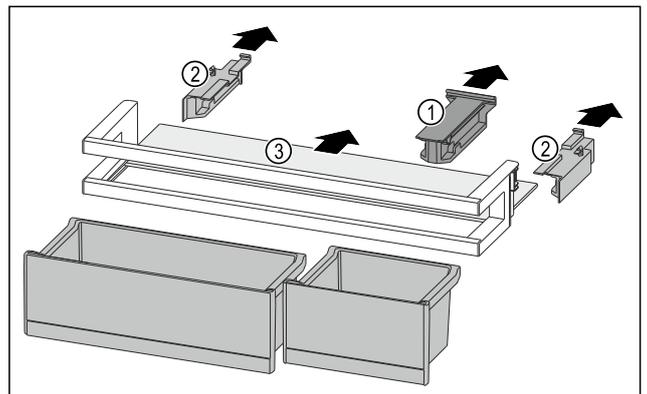

Fig. 121
- ▶ Haltebauteil Fig. 121 (1) abziehen.
- ▶ Seitenteile Fig. 121 (2) abziehen.
- ▶ Abstellfläche Fig. 121 (3) entnehmen.